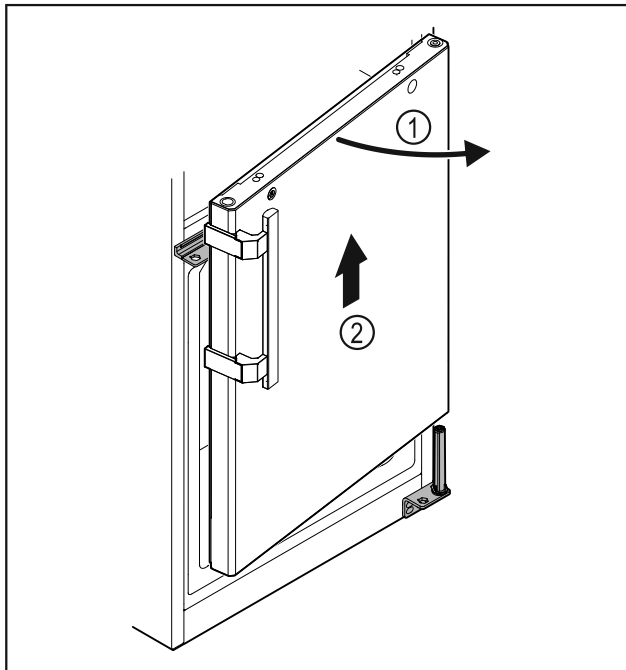

Fig. 33
- ▶ Vrata Fig. 33 (1) rahlo odprite za približno 200 mm in dvignite naravnost navzgor ter snemite Fig. 33 (2).